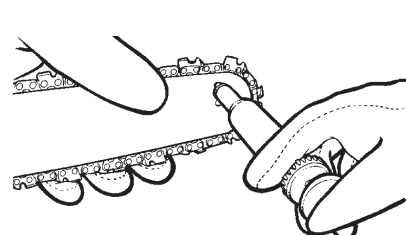

Fig. 50
2. Insérez l'extrémité de l'injecteur de lubrifiant (non inclus) dans le trou de lubrification et injectez la graisse jusqu'à ce qu'elle apparaisse sur le bord extérieur de l'extrémité du pignon du guide-chaîne (Fig. 50).